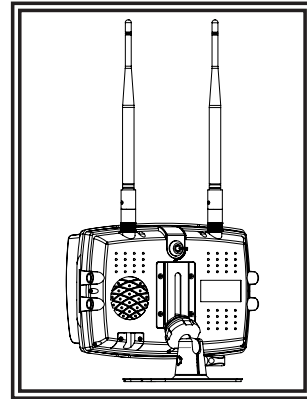

Abbildung 5
4. Bringen Sie den Monitor und die Sonnenblende wie in Abbildung 5 gezeigt an der Sockelhalterung an. Stellen Sie den Monitor so ein, dass Sie den besten Blickwinkel haben, und ziehen Sie dann die Einstellungsschraube am Montagesockel fest. Bringen Sie die Antennen so an, dass sie nach oben zeigen.